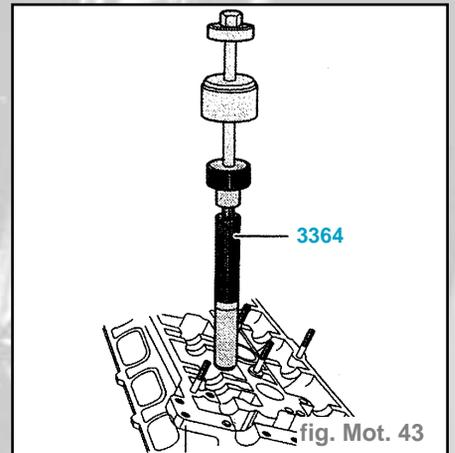

fig. Mot. 43
- Extraire les étanchements des tiges de soupapes avec l'extracteur 3364 (fig. mot. 43).